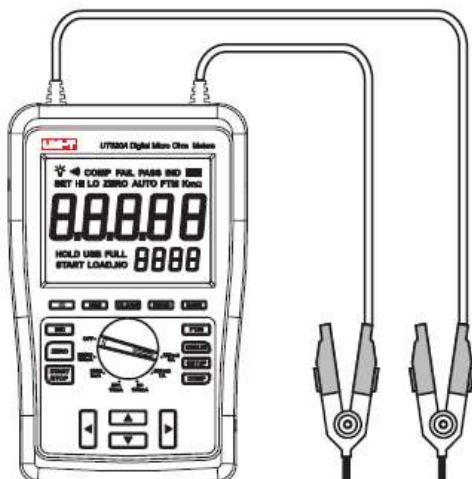

Figure 6
1. Conectati testerele Kelvin la terminalele T+ si T- ale aparatului si la obiectul de masurat (vezi fig. 6)